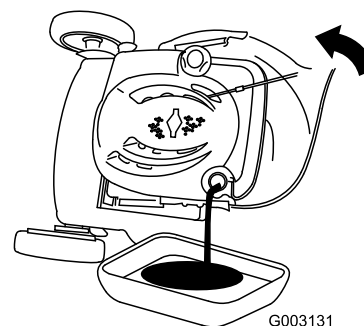

Bild 45
3. Kippen Sie den Rasenmäher seitlich (Luftfilter nach oben), um das Altöl über den Öleinfüllstutzen abzulassen (Bild 45).